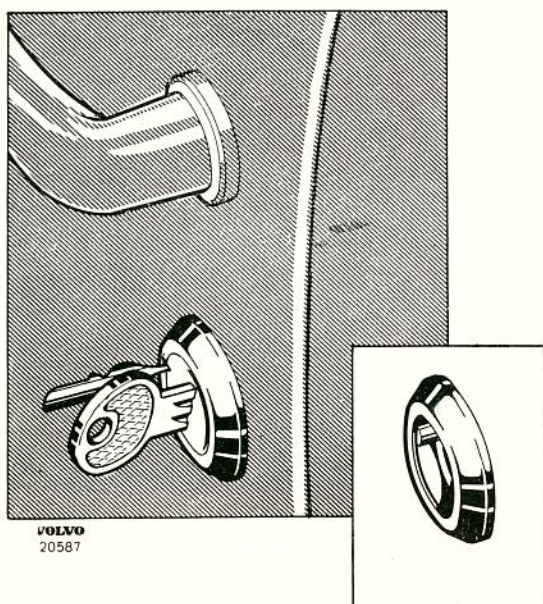

Bild 39. Demontering av låscylinder
7. Skall själva låsinsatsen borttagas från låscylindern isättes nyckeln och vrides till sitt vänstra läge. För därefter in ett tunt spetsigt föremål t.ex. ett pennstift vid det lilla urtaget i låsinsatsen varvid en spärrulle frilägger insatsen och denna kan dragas ut, sedan den ytterligare vridits något moturs, se bild 39.